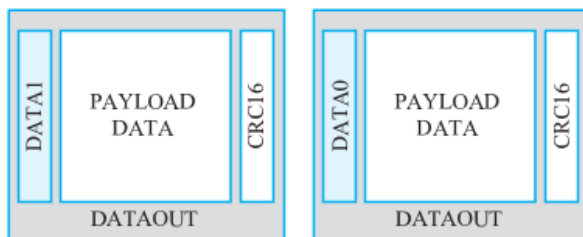

图 15.13 USB 数据数据包
(2) 数据数据包: 加载数据的大小会因传输类型的不同而异, 数据大小的范围为 0-1024B。在每一个数据数据包成功传输后, 数据包 ID 在 DATA0 和 DATA1 之间切换, 数据包由一个 16 位 CRC 结束。数据包结构如图 15.13 所示。